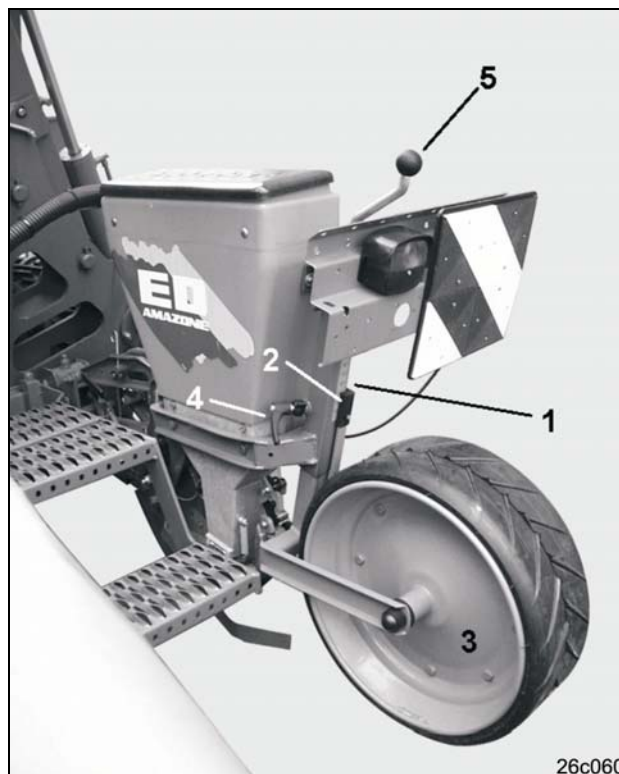

Fig. 72
De cijfers (van 0 tot 110) op de schaalverdeling (Fig. 72/1) geven een bepaalde zaaidiepte aan. De werkdiepte wordt aan de afleeskant (Fig. 72/2) weergegeven.
De zaaidiepte wordt met de aandrukrol(len) (Fig. 72/3) als volgt ingesteld:
- Vastzetbout (Fig. 72/4) losdraaien.
- Verstelspindel voor de zaaidiepte (Fig. 72/5) verdraaien en de gewenste zaaidiepte instellen.
- Vastzetbout (Fig. 72/4) weer aantrekken.